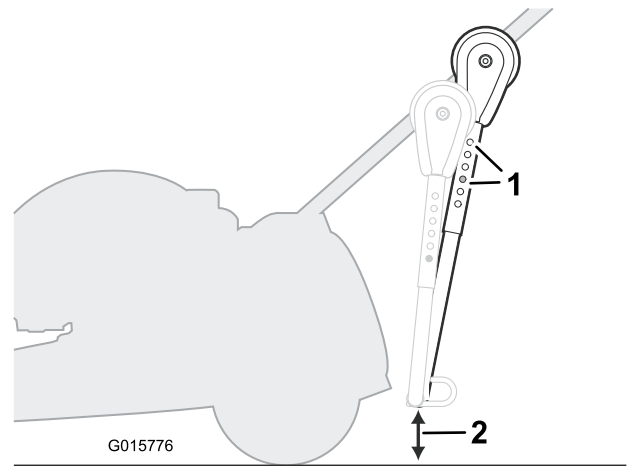

Figure 4
1. Déplacez les brides vers le haut ou le bas pour inclinez l'ensemble d'attelage et le rapprocher autant que possible de la tondeuse, sans heurter le plateau de coupe ni gêner le système de ramassage (Figure 4).